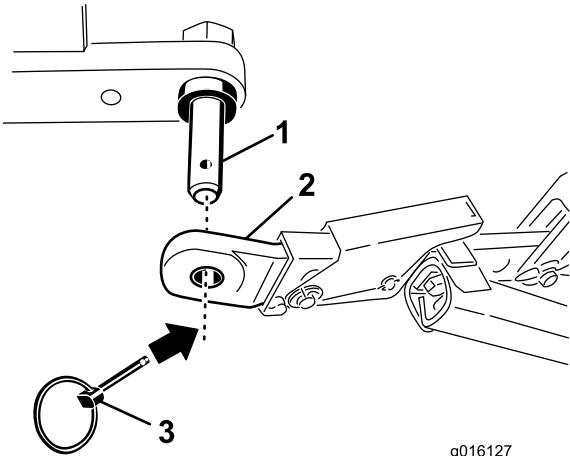

Figura 3
- 4. Prenda os braços de articulação inferiores aos pinos de montagem do arejador com pinos de sujeição (Figura 3).